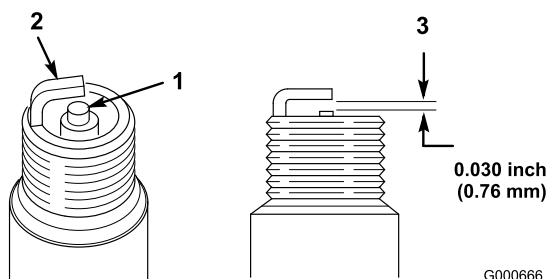

図 27
1. まず、点火プラグ中央部 図 27 を観察する。絶縁体部がうす茶色や灰色なら適正、黒い汚れがある場合にはエアクリーナの不良を考える。
2. プラグの電極間のエアギャップ図 27 を点検し、適正值から外れていれば外側の電極を曲げて調整する。